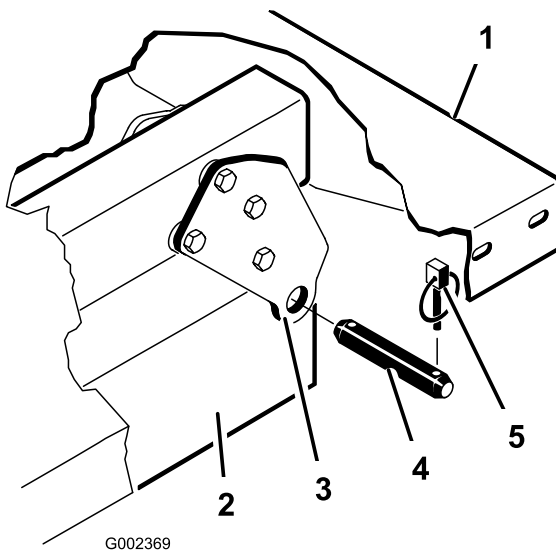

Bild 4
- Nehmen Sie die Klappstecker und die Lastösenbolzen ab, mit denen die Schwenkhalterungen an den Rahmenkanälen befestigt sind (Bild 4)